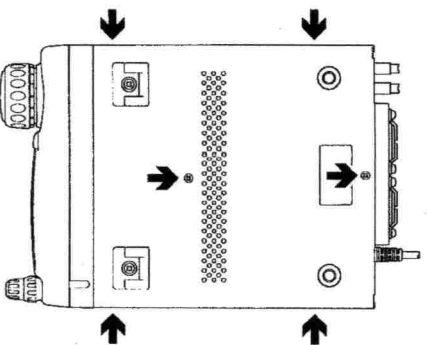

Abbildung 6
2. Lösen Sie gemäß Abbildung 6 die sechs Schrauben, mit denen der untere Gehäuseteil des Transceivers befestigt ist.